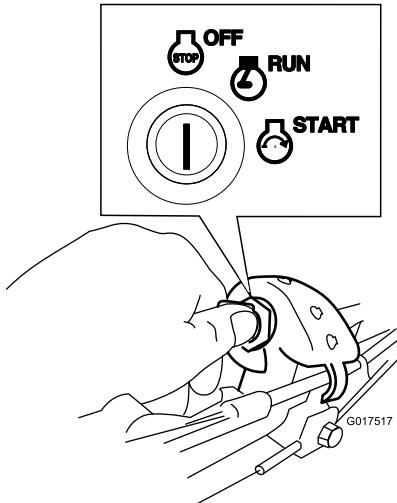

Рисунок 22
- Поверните ключ в положение Off (Выключено) (Рисунок 22).